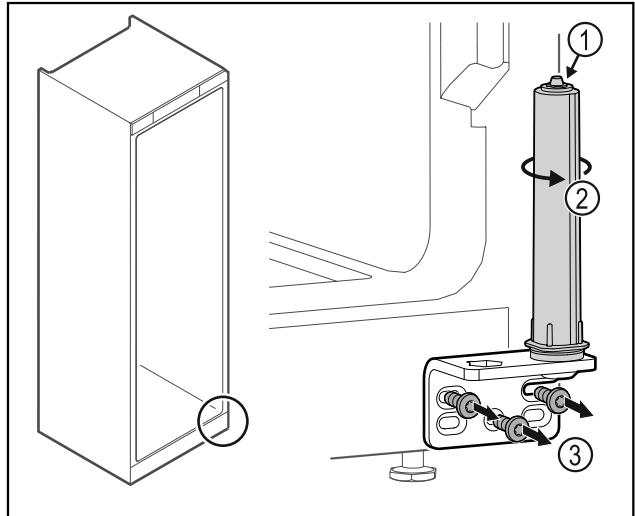

Fig. 41
- ▶ No desensamblar el sistema de cierre de la puerta Fig. 41 (1).
- ▶ Girar el sistema de cierre Fig. 41 (2) hasta que haga clic.
- ▶ Desatornillar la escuadra de bisagra Fig. 41 (3).